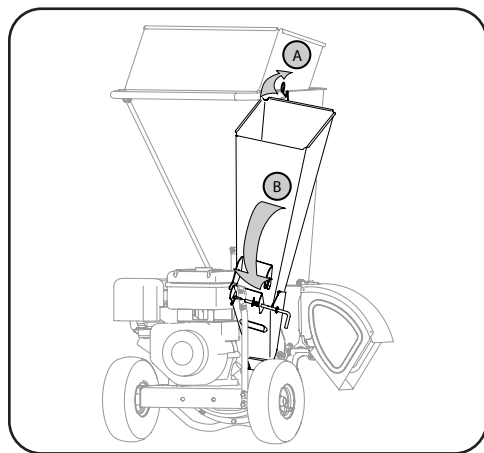

Figure 2-1
1. Tirez le loquet à ressort vers le haut. Voir Figure 2-1 (a).
2. Faites incliner doucement la trémie d'alimentation vers le bas jusqu'à ce qu'elle s'enclenche sur la tige de verrouillage. Voir Figure 2-1 (B).